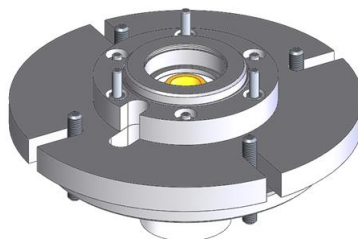

Рисунок 29: Установленный корпус подшипника
- Установите корпус подшипника на крепежное кольцо с помощью невыпадающих болтов (Рисунок 29).